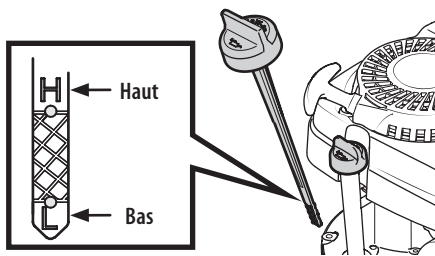

Figure 4
1. Retirez le bouchon et essuyez la jauge (Figure 4).
3. Dévissez le bouchon et retirez la jauge du tube de remplissage. Vérifiez le niveau d'huile. S'il est sous le repère bas (« L »), ajoutez lentement de l'huile jusqu'à ce que le niveau soit au repère haut (« H »). Voir Figure 4.